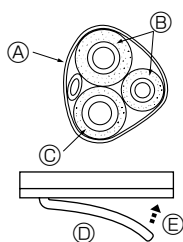

Fig. 5-5
- Проложите дренажный шланг по диагонали под соединительными трубами. (Fig. 5-5)